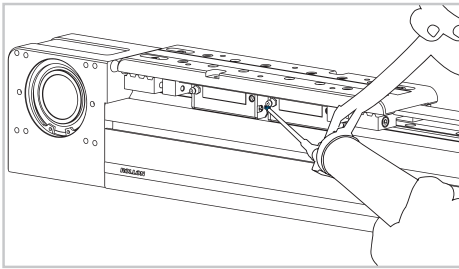

Рис. 1
Вставить носик масленки в смазочный фитинг (рис. 1) и заправить каретку необходимым количеством смазки (табл. 1). Повторять операцию смазывания с регулярностью один раз на 2000 км пробега, но не реже чем раз в год эксплуатации. Тип смазочного материала: консистентная смазка «№ 2» на основе литиевого мыла.
- Расположите линейный модуль стороной, с которой планируется монтаж редуктора, вверх (рис. 1).
- Присоедините фланец (1) к редуктору винтами (2). Моменты затяжки винтов приведены в табл. 2.
- Установите редуктор с фланцем на линейный модуль. Вкрутите (но не затягивайте!) крепежные винты (5).
- Установите снизу проставку (3), а затем вставьте фрикционный диск (4). Винты фрикционного диска не затягивайте.
- Затяните крепежные винты (5).